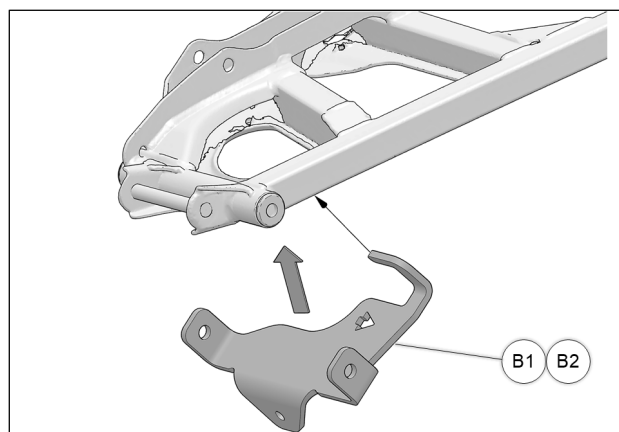

Fig. 5
5. Accrocher l'arrière de l'ancrage (**B1-B2**) au membre du bras de suspension qui fait face à l'avant du véhicule. Voir la Fig. 5